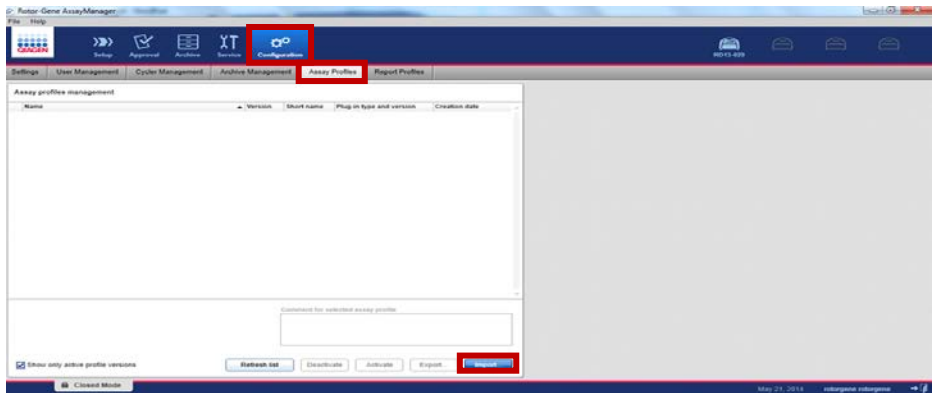

Figura 15. Ficha "Configuration" (Configuración).
7. Seleccione el entorno de configuración (Figura 15).